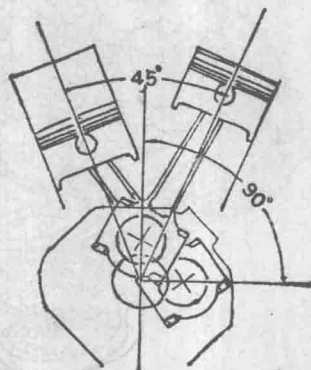

图 12
① 为承受混合气燃烧爆发时的振动，需要强化曲轴曲柄和曲轴箱的强度。V型双缸发动机爆发时的一次振动呈 90° 直角时，其振动可以相互抵消。所以在设计时，使曲轴销的位置错开，在爆发时呈 90° 直角，这样就可实现轻量化(图12)。